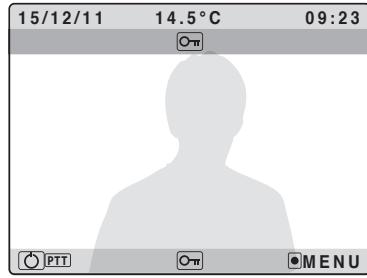

Fig. 15
- Aprire la porta premendo il pulsante  (**Fig. 15**);